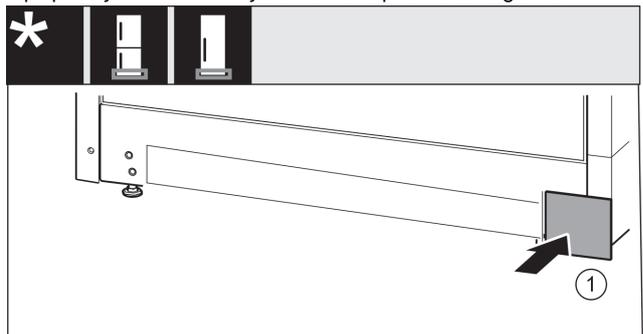

Fig. 37
- ▶ Ponovno natakните pokrov na drugu stranu. Fig. 37 (1)